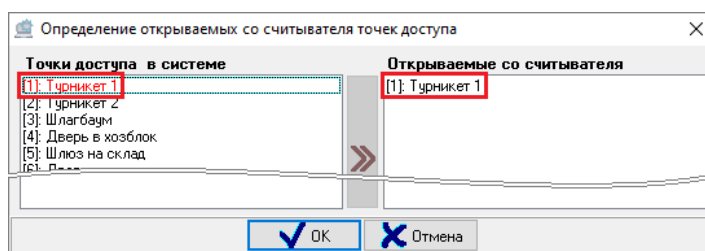

Рисунок 6-433 Выбранная в качестве привязываемой к считывателю точка доступа
В поле **«Точки доступа в системе»** отображаются все точки доступа, имеющиеся в системе. При этом для точек доступа, выбранных в качестве открываемых со считывателя, применяется маркировка **красным шрифтом** (см. Рисунок 6-433).
- дважды кликните левой клавишей мыши по точке доступа в поле «Точки доступа в системе». Точка доступа будет добавлена в поле «Открываемые со считывателя» (см. Рисунок 6-433);